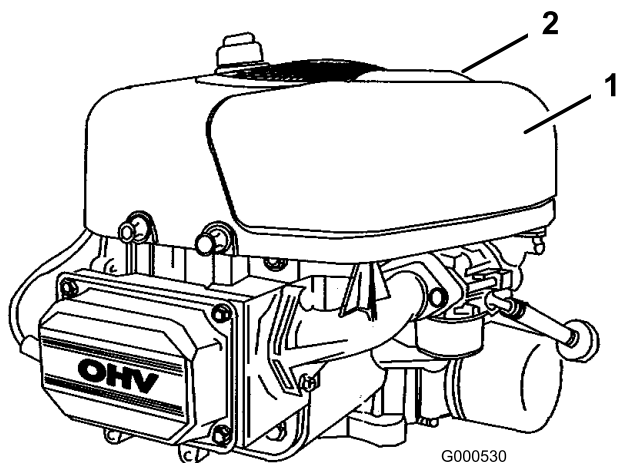

Bild 31
4. Reinigen Sie den Bereich um den Luftfilter herum, um zu verhindern, dass Schmutz in den Motor fällt und Schäden verursacht. Ziehen Sie den Griff an der Luftfilterabdeckung hoch und drehen Sie ihn in Richtung des Motors (Bild 31). Entfernen Sie die Luftfilterabdeckung.